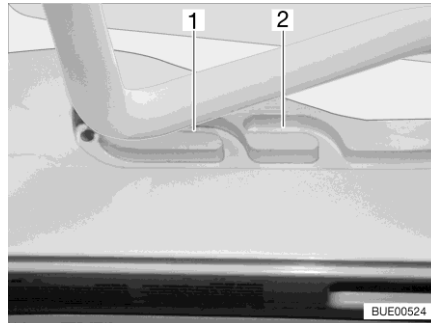
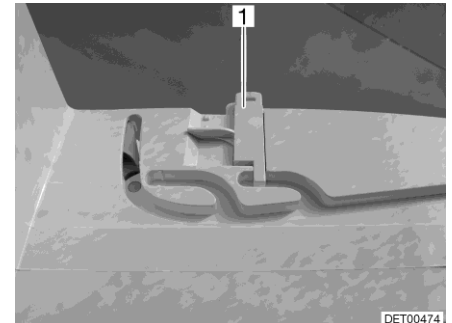

Bild 89 Spår (ventilationsläge)
Bild 90 Lås (ventilationsläge)
Heki-takluckan kan ställas i två ventilationslägen: Läget för dåligt väder (Bild 89,1) och mittläget (Bild 89,2). Beroende på modell kan takluckan låsas i mittläget med de båda spärrarna (Bild 90,1) till höger och vänster om ramen till takluckan.
- Tryck bygeln lätt uppåt och skjut in den i det valda spåret (Bild 89,1 eller 2) och lås eventuellt.